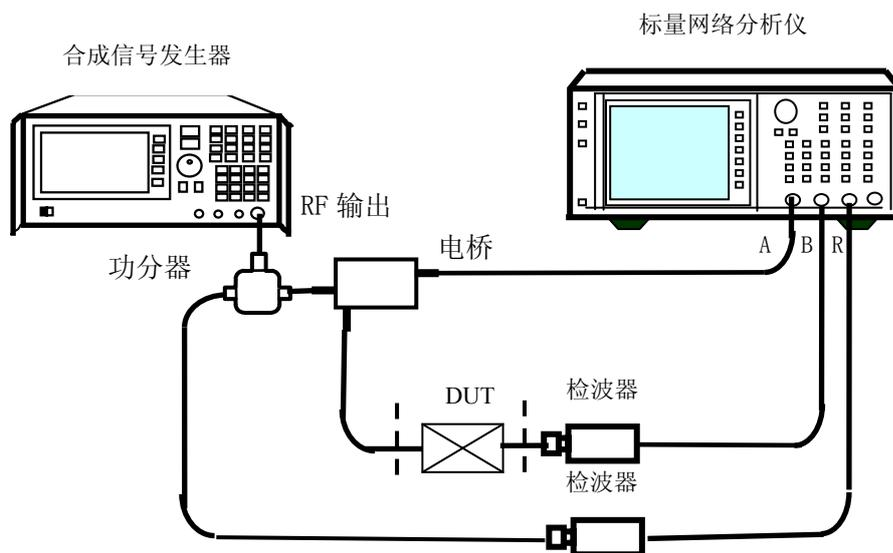

图 5-12 传输和反射测量系统配置
同时进行传输和反射测量的系统框图如图 5-12 所示，具体测量操作步骤如下：
- b) 按图 5-12 搭建自动标量网络测试系统；